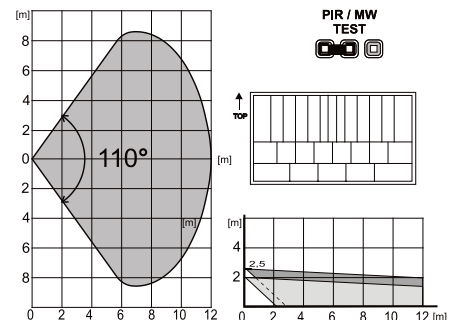

Рис.2: Характеристики охвата можно изменить, используя другой объектив:
PIR датектор оснащен 110°/12м объективом. Зона охвата – см. рис.2. Проверьте зону охвата с переключкой (8) в положении **“PIR”**. На перемещение указывает красный светодиод.